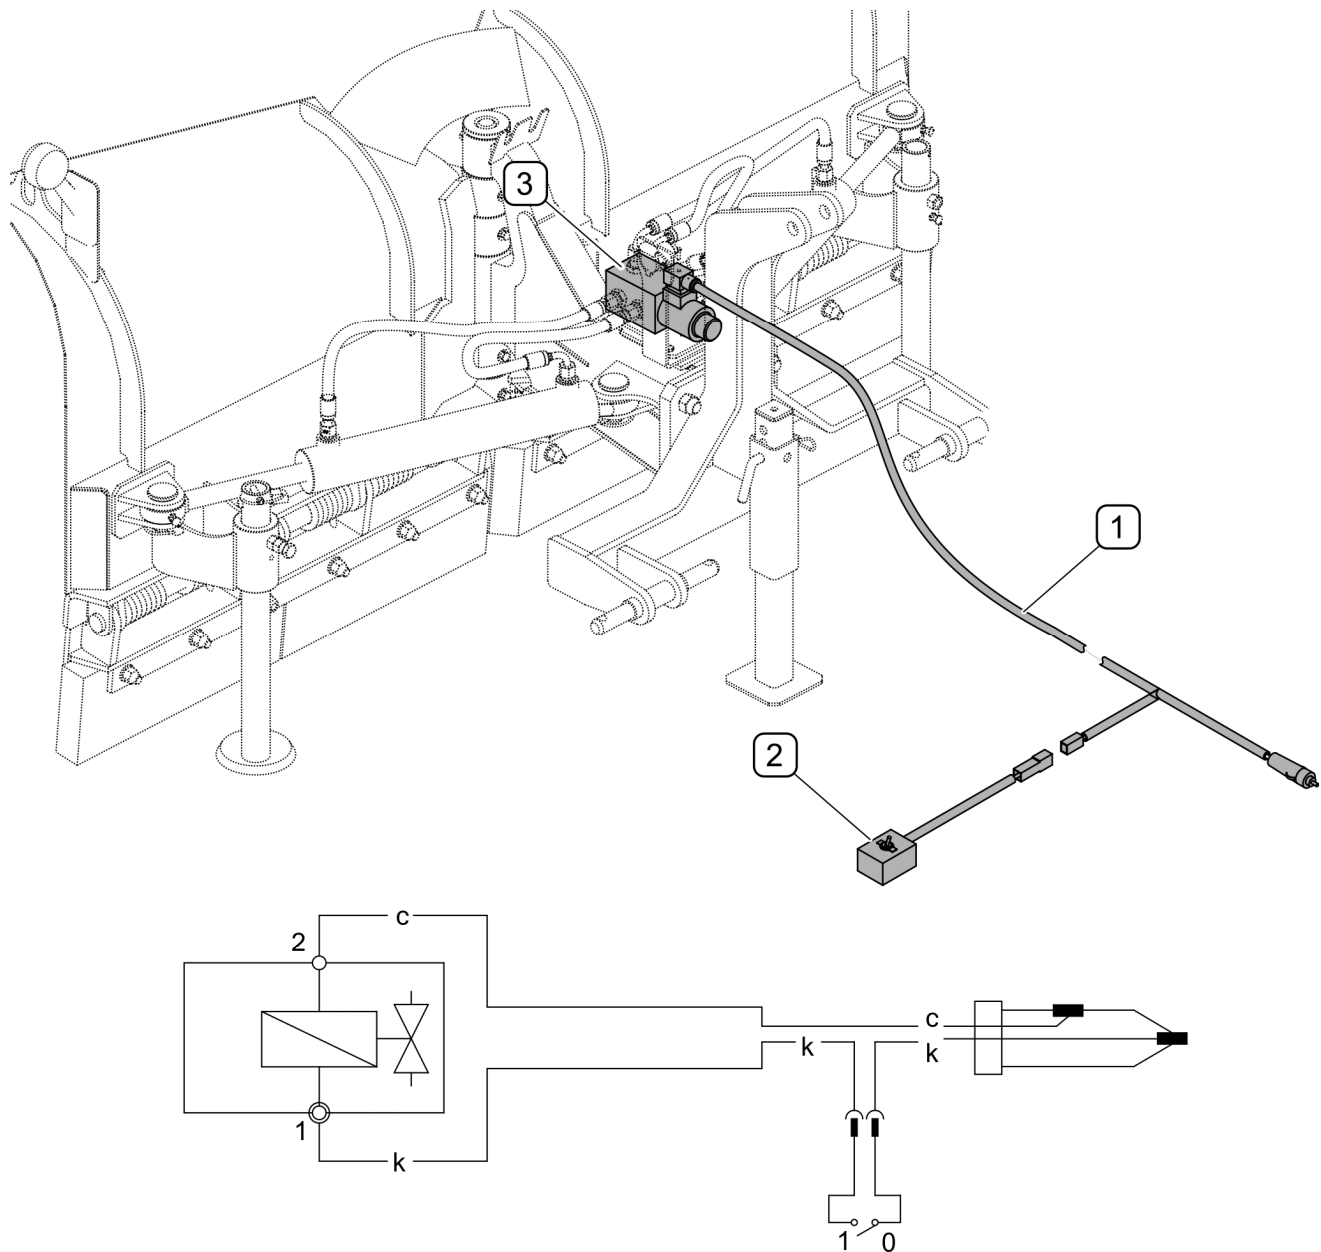

РИСУНОК 3.4 Электрическая схема электроклапана
(1) - питающий провод; (2) - переключатель электроклапана; (3) - гидравлический электроклапан
Электрическая система питания электроклапана (РИСУНОК 3.4) состоит из питающего провода (1) с разъемом для прикуривателя на конце. Переключатель (2) предназначен для управления электроклапаном (3).